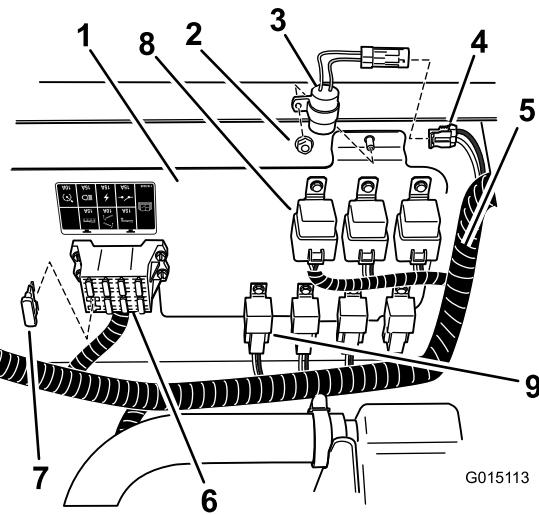
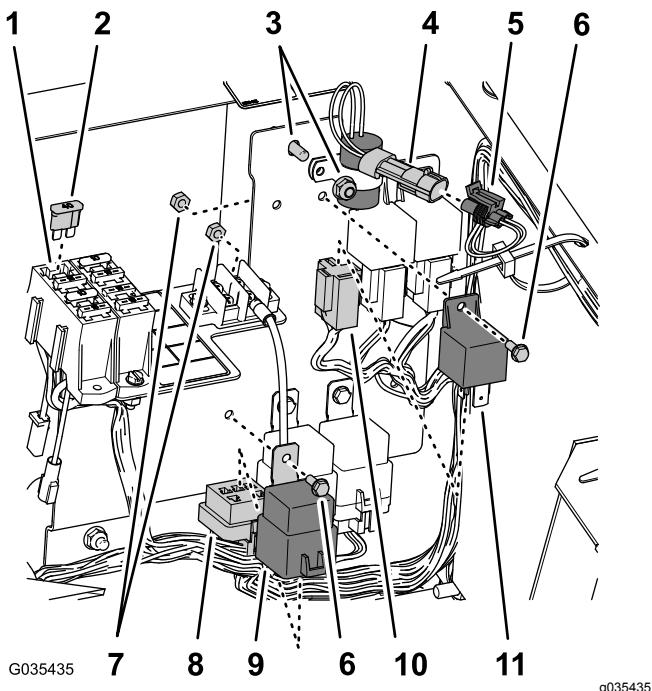
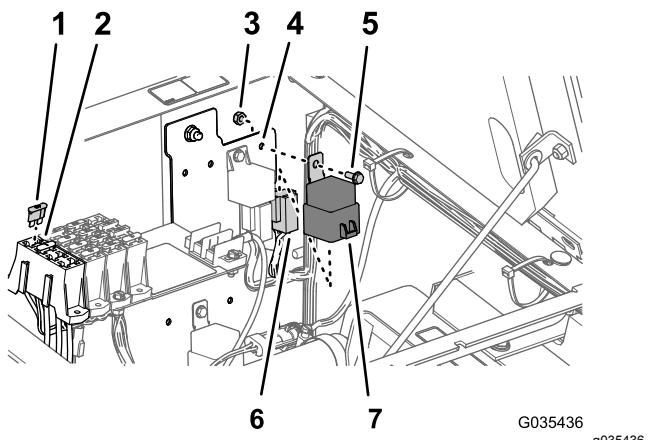

Рисунок 33
Рисунок 34
Рисунок 35
- Установите таймер задержки в месте, показанном на Рисунок 33 или Рисунок 34, закрепив контргайкой, снятой с электрической панели.
- Подсоедините таймер к 2-гнездовому соединителю жгута проводов машины с маркировкой «Delay Timer» (Таймер задержки) (Рисунок 33 или Рисунок 34).
3. Установите предохранитель (40 А) в свободное гнездо блока предохранителей, как показано на Рисунок 33, Рисунок 34 или Рисунок 35.
4. Разместите реле и реле питания в одном ряду с другими подобными реле и установите их на панель (Рисунок 33, Рисунок 34 или Рисунок 35) при помощи двух болтов с фланцевыми головками (№ 10-24 x 1/2 дюйма) и 2 контргаек (№ 10-24).
5. Найдите 4-гнездовой и 5-гнездовой соединители на главном жгуте проводов и подсоедините их к реле (4-штыревому соединителю) и реле питания (5-штыревому соединителю), как показано на Рисунок 33, Рисунок 34 или Рисунок 35.